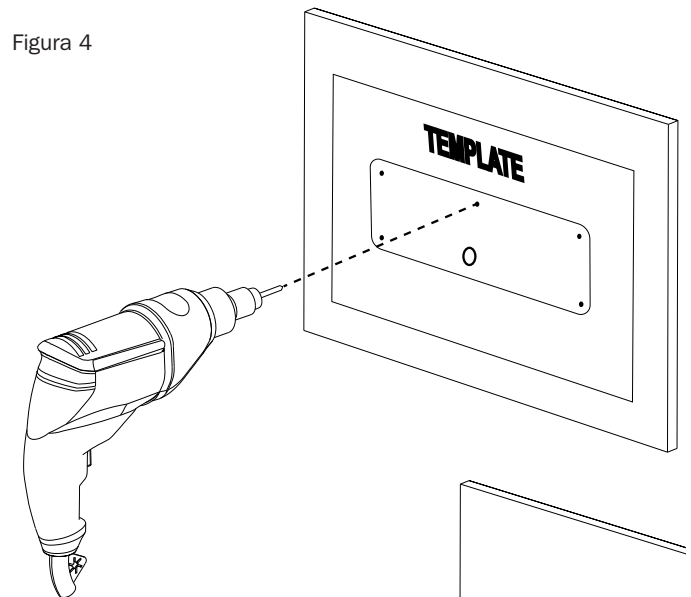

Figura 4
Primero, asegúrese de que el cable de alimentación **ESTÁ DESCONECTADO DEL CABLEADO ELÉCTRICO**. A continuación, conecte el cable de la fuente de alimentación positiva al conductor rojo ubicado en la parte posterior del XS Truckmount Charger. A continuación, conecte el cable de la fuente de alimentación negativa al conductor negro ubicado en la parte posterior del XS Truckmount Charger. El XS Truckmount Charger se atornilla directamente en el panel plano usando los cinco (5) tornillos hexagonales con cabezal de perforado #10 incluidos en el kit de instalación. Ahora la instalación ha finalizado (Figura 4)